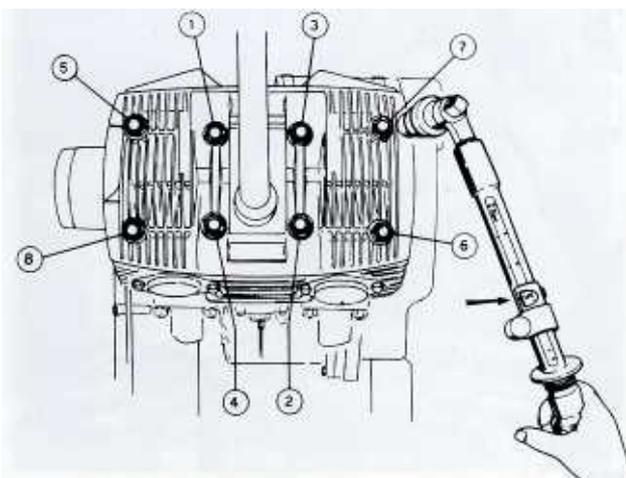

Bild 93
- Den Ventilkammerdeckel mit einer neuen Dichtung und sparsam aufgetragener Dichtmasse einbauen. Die Zylinderkopfschrauben mit ihren Unterlagscheiben aufschrauben und in gleichmässigen Stufen in der vorgeschriebenen Anzugsreihenfolge (Bild 93) bis zu einem Moment von 48 Nm anziehen, keinesfalls mehr. Zuletzt die beiden Muttern mit Unterlagscheiben neben den Zündkerzen und die Schraube über dem Kettenspanner einsetzen.